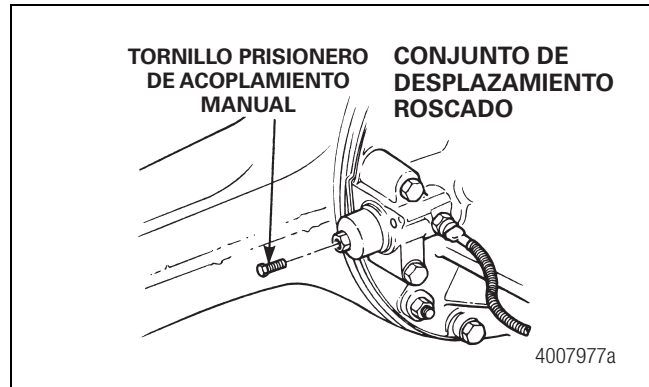

Figura 11.2
- C. Instale el tornillo prisionero de acoplamiento manual en el orificio roscado que se encuentra en el centro del cilindro. Figura 11.2.